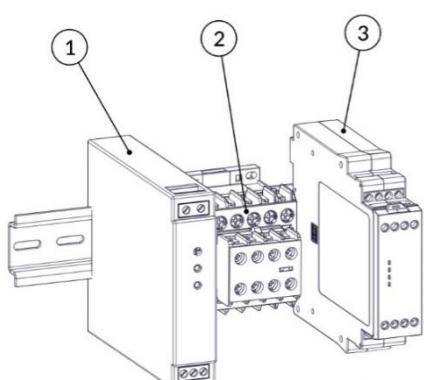
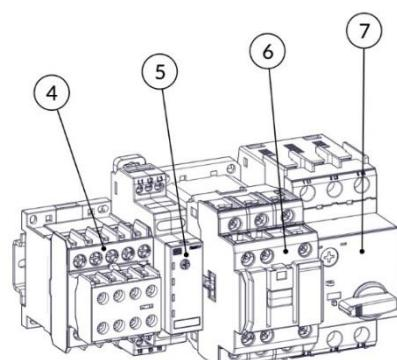
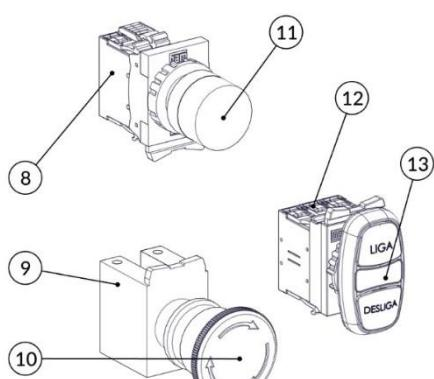

FIG. 10
FIG. 11
FIG. 12
- c) Inspecione todo o conjunto de comando (contatores (FIG. 10 e FIG. 11), relé de segurança (FIG. 10), fonte 24 V (FIG. 10), chaves de acionamentos (FIG. 12) e chicote elétrico) e verifique se há contaminação desses componentes por agentes externos agressivos ao sistema, como sabão, água, insetos, etc. Verifique também a integridade dos cabos elétricos e seus terminais. Caso haja contaminação, deve-se proceder com a troca do componente danificado.